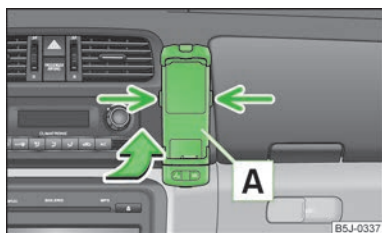

Fig. 90
- Împingeți mai întâi adaptorul [A] în sensul săgeții » fig. 90 până la limită în suport. Apoi apăsați ușor în jos adaptorul, până când acesta se blochează.
- Apăsați simultan elementele de blocare laterale ale suportului » fig. 90 și scoateți telefonul cu adaptorul.